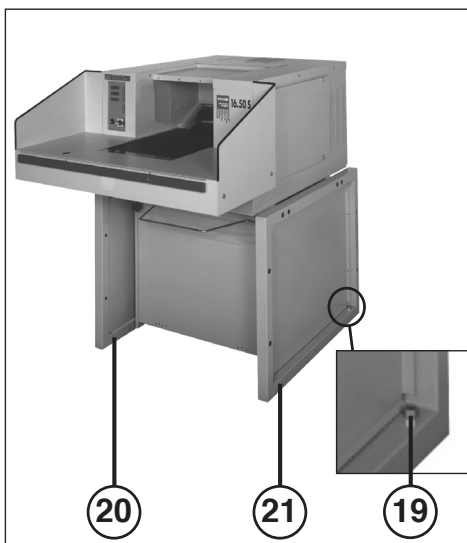

Fig. 2
- 19 = Parafuso de compensação (fig. 2)
6. Compensar as irregularidades do solo com a ajuda dos parafusos de compensação (19) (fig. 2).